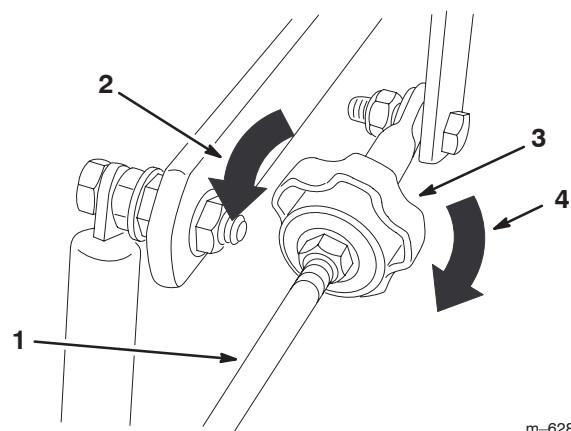

Figure 46
- Pour que la machine tire à droite, tournez le bouton vers la droite de la machine (voir Figure 46).
- Pour que la machine tire à gauche, tournez le bouton vers la gauche de la machine (voir Figure 46).